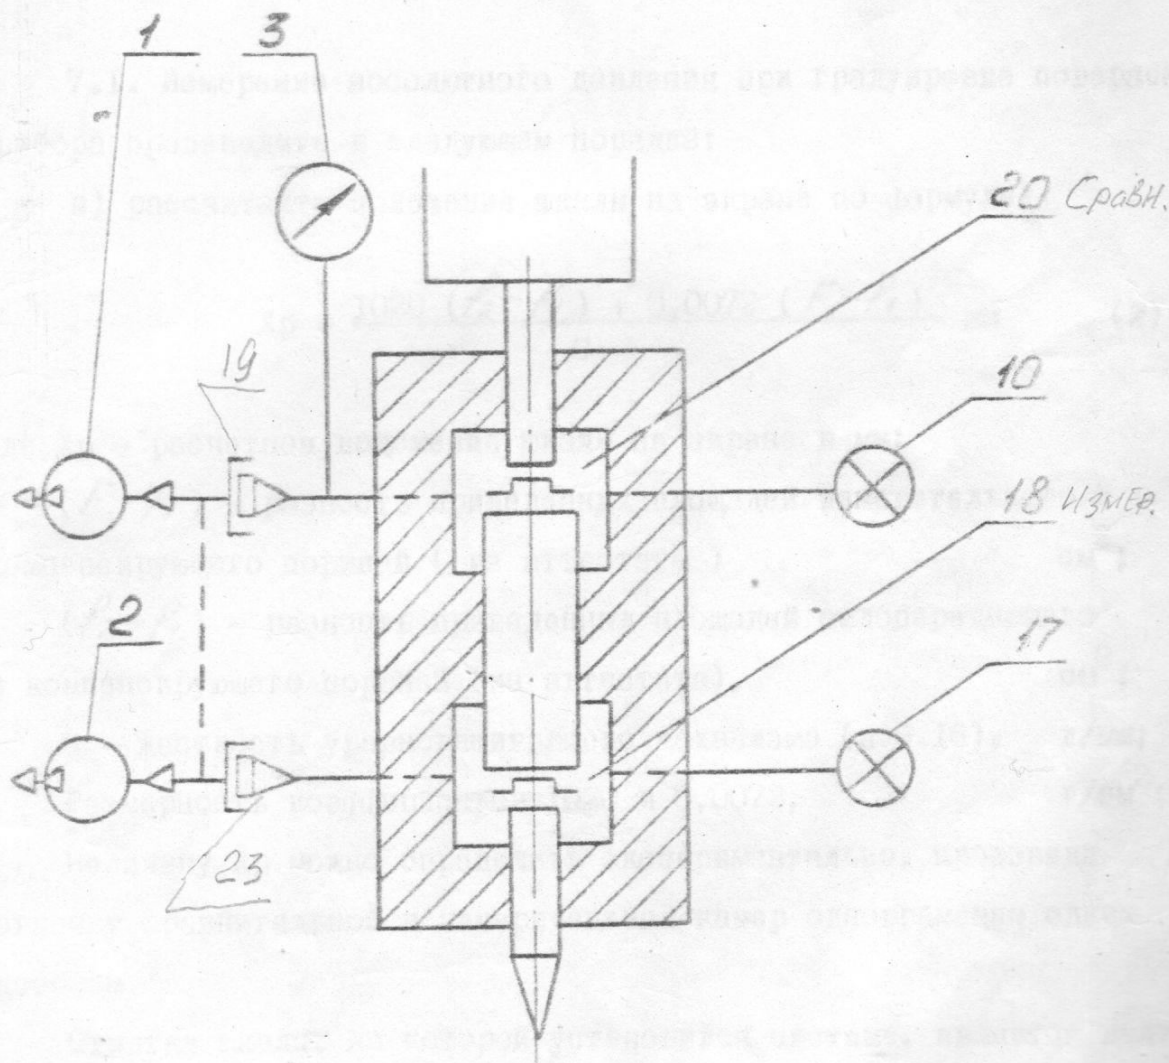

Рис. 4. Схема соединения манометра при заполнении рабочей жидкостью
- соедините ниппели 19 и 23 манометра с вакуумными системами I и 2 (рис. 4);